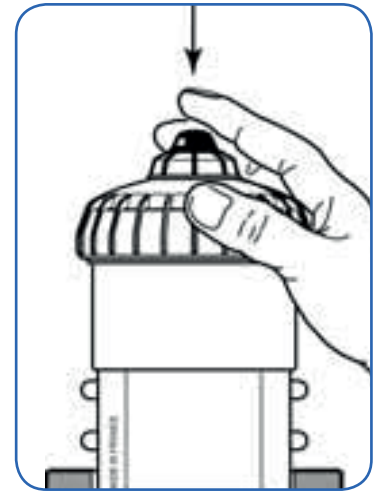

Fig. 6.
- Mantener pulsado el conducto de evacuación en la parte superior de la campana del DOSATRON. (Fig. 6)